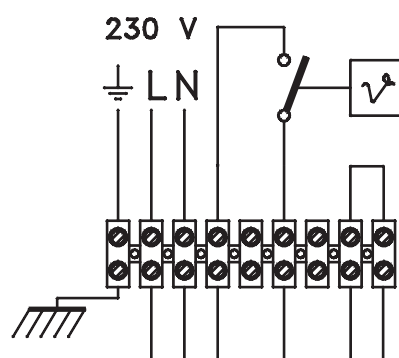

Fig. 3.8
- procéder au branchement après avoir retiré le shunt électrique (fig. 3.8).